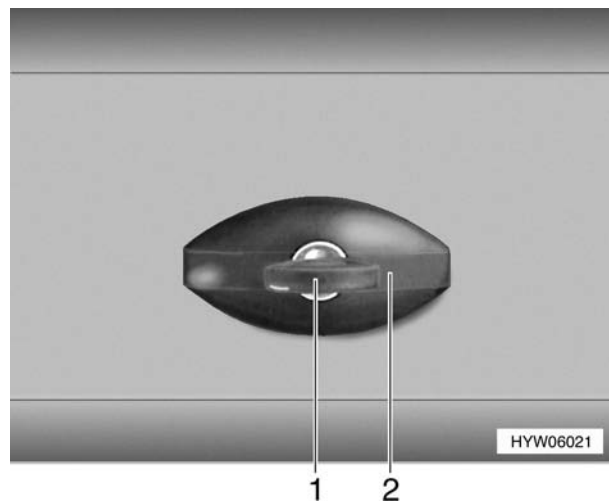

Bild 41 Klappenschloss (Variante 1), verschlossen
- ▷ Bei Regen kann Wasser in das geöffnete Klappenschloss eindringen. Deshalb den Schlossgriff (Bild 41,2) wie auf Bild 41 abgebildet schließen.
- Schlüssel in Schließzylinder (Bild 41,1) stecken und eine viertel Umdrehung entgegen dem Uhrzeigersinn drehen. Schlossgriff (Bild 41,2) schnappt heraus.
- Schlossgriff (Bild 41,2) im Uhrzeigersinn drehen, bis er waagrecht steht. Das Klappenschloss ist jetzt verriegelt, jedoch nicht verschlossen.
- Schlüssel in Schließzylinder (Bild 41,1) stecken.